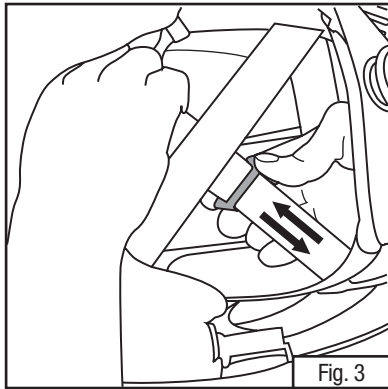

Fig. 3
- b. Equipamento da Série-M -100 e M-200 apenas para a cabeça: As tiras de tecido da suspensão Série M-150 podem ser ajustadas deslizando o fecho azul da tira localizado na tira central (Fig. 3). Deslize a fivela para a parte de trás do equipamento para a cabeça e as tiras apertam e erguem a altura do mesmo. Deslize a fivela para baixo em direção à parte da frente do equipamento para a cabeça, e as tiras soltam e baixam a altura do mesmo.